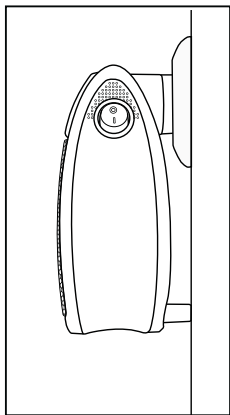

Bild 1
- Den här produkten får endast kopplas till ett vägguttag när den står upprätt och är färdigmonterad. Distanshållarna **10** på baksidan ska ligga mot väggen (se bild 1).